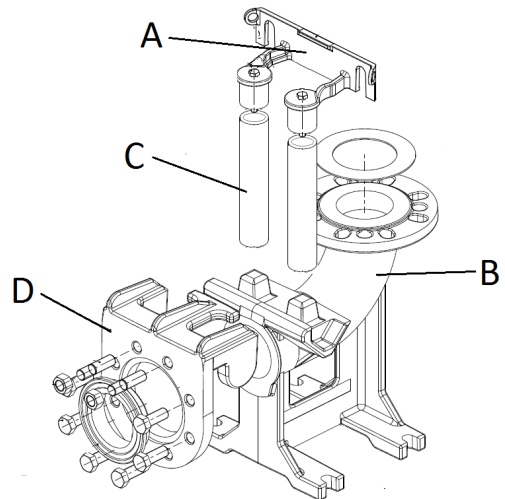

Fig. 5
- Fäst förankringsbygeln för styrrören (fig. 5 - pos. A) i tankens kant.
- Placera stödfoten för automatisk förankring (fig. 5 - pos. B) på brunnens botten. Använd ett lod för att kontrollera att de koniska utstickarna för anslutning av styrrören är helt lodräta i förhållande till motsvarande utstick på förankringsbygeln på tankens kant. Kontrollera även planheten med hjälp av ett vattenpass.
- Märk ut läget för hålen på stödfoten. Fastställ därefter styrrörens (fig. 5 - pos. C) exakta längd.
- Montera specialflänsen (fig. 5 - pos. D) med slid och skena på pumpens utloppsrör. Haka fast vajern eller kedjan vid handtaget eller hålet upptill på pumphuset.